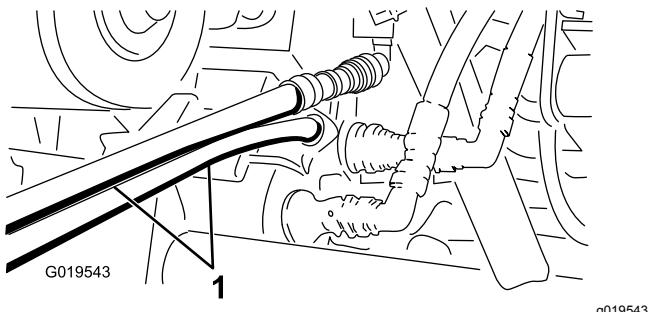

Figura 78
5. Na outra máquina, ligue as duas mangueiras ao acoplador que ainda se encontra no suporte de acoplamento (lique a mangueira superior ao acoplador superior e a mangueira inferior ao acoplador inferior) (Figura 78).